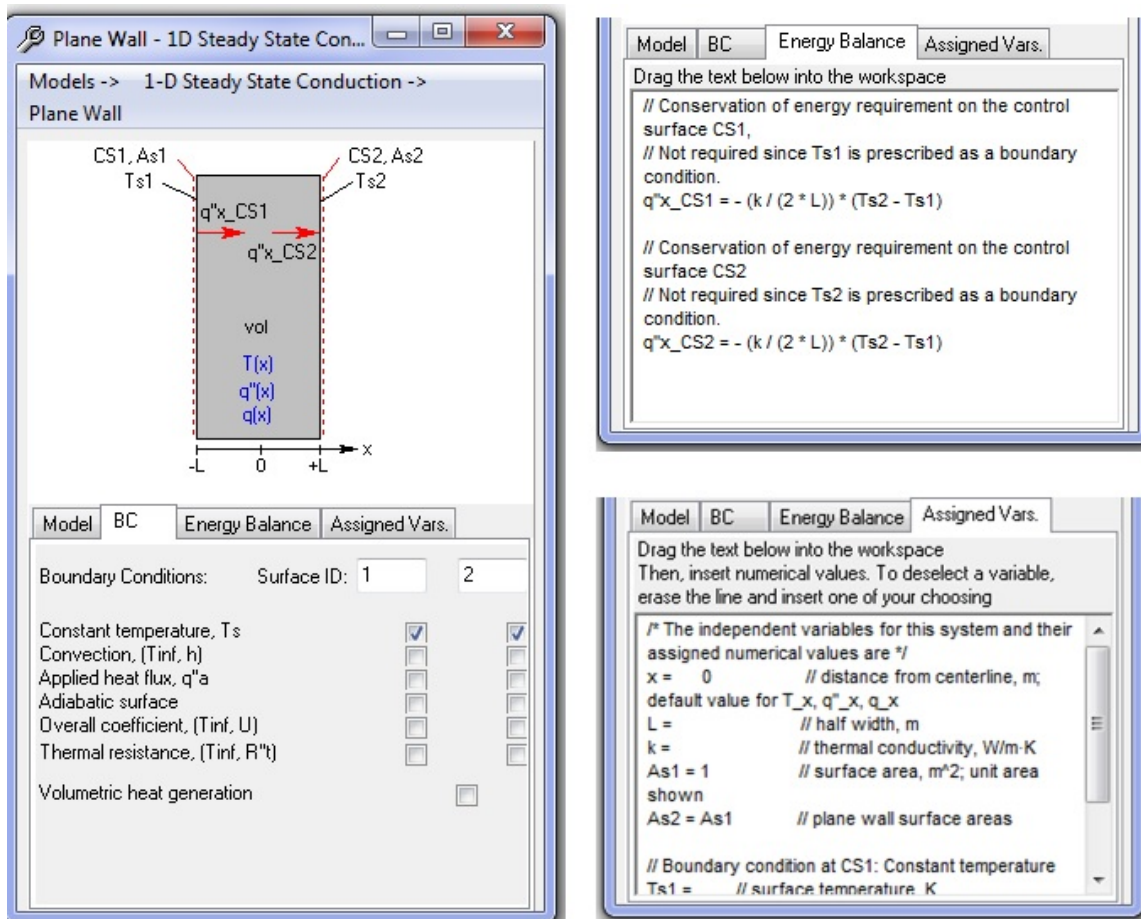

Figure 18 : Onglets dans le « viewpad » Model.
Normalement, il existe plusieurs onglets dans le bloc d'affichage Modèle, y compris l'onglet Model, les onglets équation (conditions aux limites (BC), l'onglet **Energy Balance** dans la Figure 16), et l'onglet **Assigned Variables**. L'onglet **Model** fournit les textes de description et d'hypothèse, que vous pouvez choisir et coller dans votre espace de travail. Ces textes aident à gérer les équations dans votre espace de travail et les rendre plus faciles à comprendre. Les onglets d'équations fournissent les équations nécessaires dans un problème particulier. Notez que dans l'onglet BC, vous pouvez choisir les conditions aux limites de la liste en cliquant dans la case appropriée (Figure 18). Comme les conditions aux limites sont spécifiées pour chaque surface, une liste d'inconnues est ajoutée à l'onglet **Assigned Variables**. Copiez les équations de cet onglet dans l'espace de travail et remplissez les valeurs connues pour le problème.